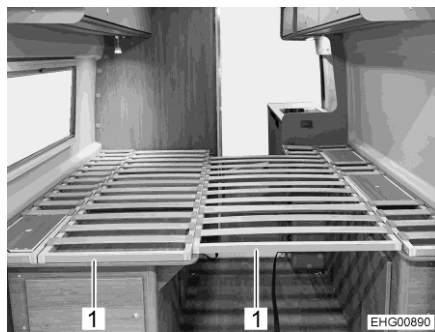

Bild 52 Sängbottnar
- Sänk ned sängbottnen (Bild 52,1) på båda sidor.